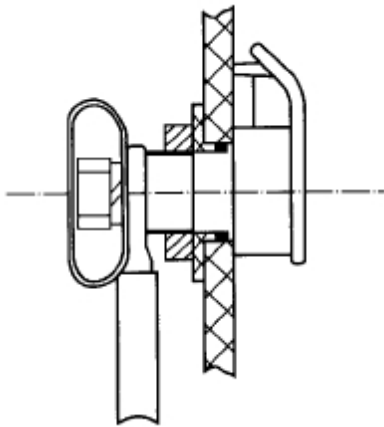

Fig.15 Esboço da ligação entre o cabo do seletor de tensão e a chave de desvio
e. Fixar os cabos de ligação com parafusos hexagonais M10. Tenha certeza de prender diretamente os cabos com os contatos no cilindro isolante. Não cortar a tampa de rosca entre eles (Ver Fig. 15 e 16).